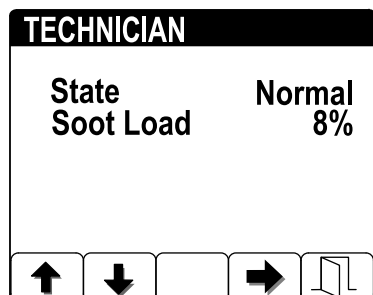

Figura 40
- Veja a carga de fuligem que é medida como percentagem de fuligem no DPF (Figura 40); consulte a tabela de carga de fuligem.